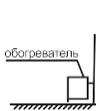
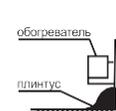

рис. 1
рис. 2
- Обогреватели «МЕГАДОР» (модели «MR», «MG», «MF», «MF/U») необходимо устанавливать, как можно ближе к стене на ножки (рис. 1), с учётом рекомендаций раздела 1, или подвешивать на стену над плинтусом на монтажные крепления (рис. 2).